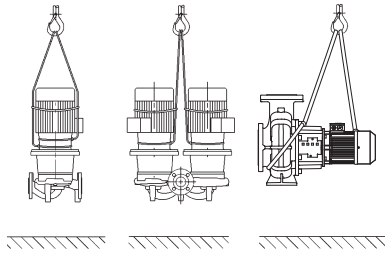

Fig. 6: Siurblio transportavimas
- Variklio transportavimo kilpos skirtos tik krovinio nukreipimui (Fig. 6).